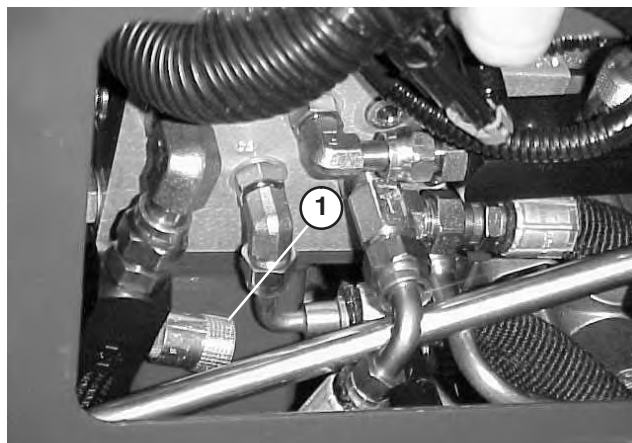

Figure 62
1. Localisez la valve située sur le côté droit du bloc de relevage (Fig. 62).